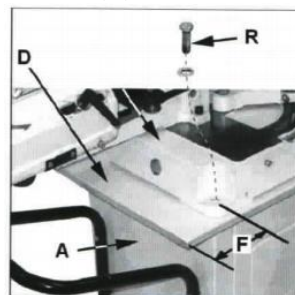

Рис.4
Установите поддон для стружки (D, рис.4) на стойку так, чтобы большее расстояние (F) было обращено к ручке.